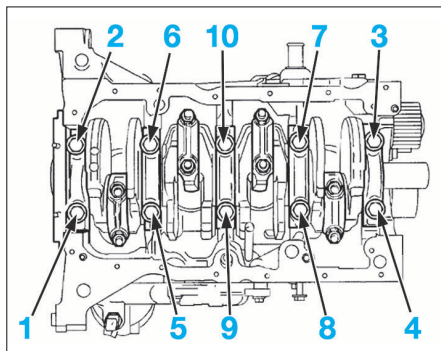

FIG. 41
- les chapeaux de paliers de vilebrequin vis par vis dans l'ordre indiqué (Fig.41).